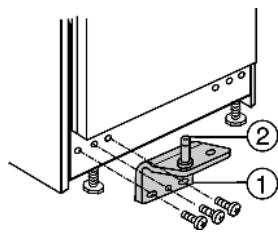

Fig. 9
- Вставьте снизу шарнирный палец Fig. 9 (2) в кронштейн Fig. 9 (1) с подкладной шайбой в опору двери.
- Закрутите кронштейн Fig. 9 (1) (с усилием 4 Нм).